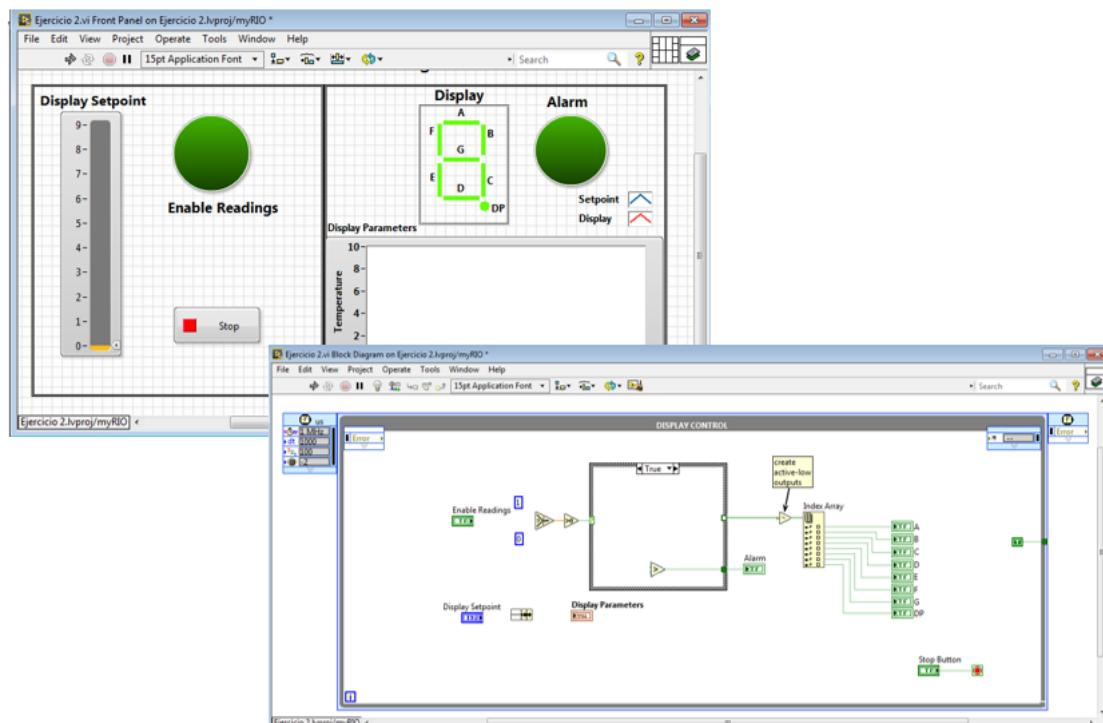

Figura 18. Panel frontal y Diagrama de bloques del ejercicio
6. Presione <Ctrl-E> o de clic en **Window » Show Block Diagram** para alternar entre el diagrama de bloques y el panel frontal como se muestra en la Figura 18. Note que ya se encuentra construida una interfaz gráfica para usted.